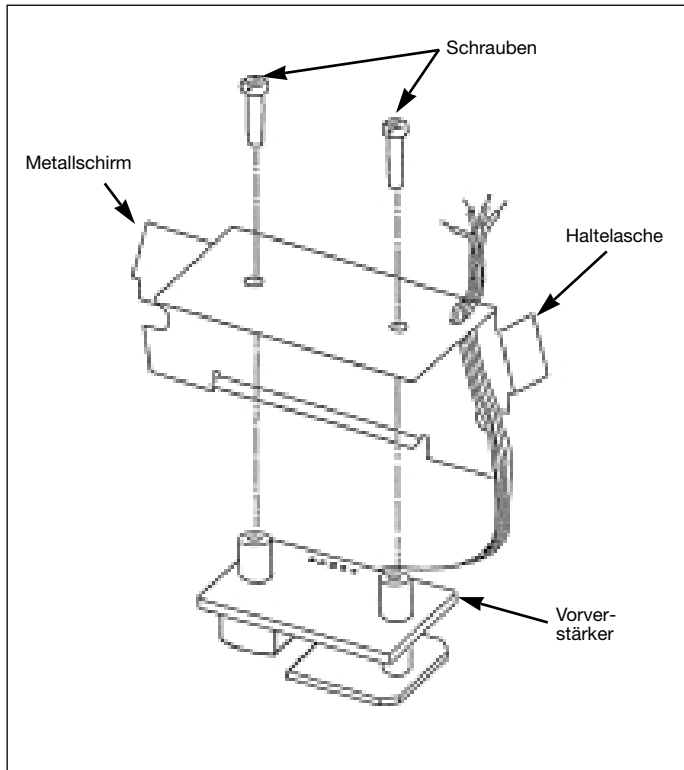
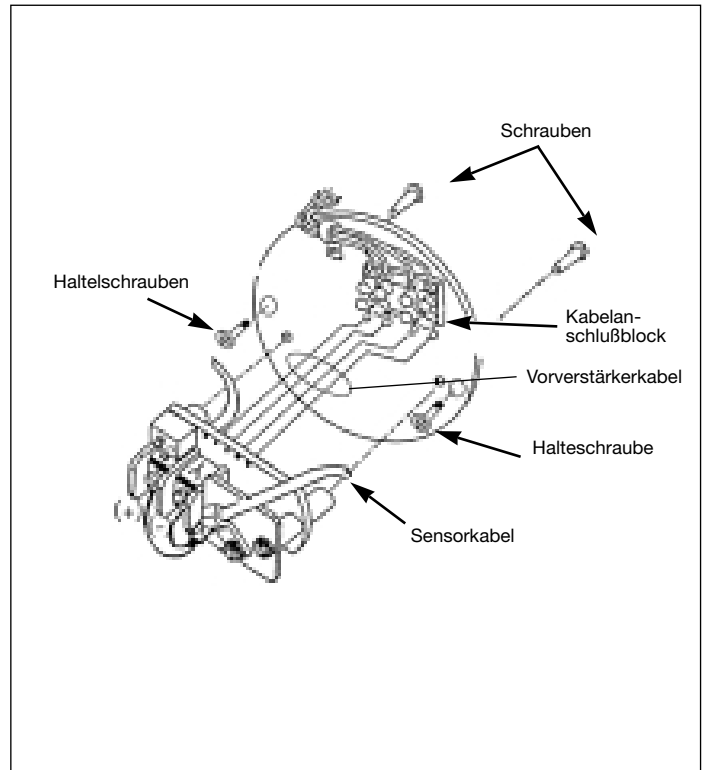

Abbildung 22. Vorverstärkerbaueinheit - VFM 3100 mit direkt angebaute elektronischer Baueinheit und erweitertem Temperaturbereich
Abbildung 23. Vorverstärkerbaueinheit - VFM 3100 mit getrennt montierter elektronischer Baueinheit
Die Vorverstärkerbaueinheit (siehe Abbildung 22) besteht aus einem Vorverstärker mit einer Abschirmung bei der angebauten Elektronik (oder mit einer Halteplatte für die getrennt montierte Elektronik entsprechend Abbildung 23). Der Vorverstärker hat einen Sensorschalter, der bei Sensoren mit Standard-Temperaturbereich auf STD und bei Sensoren mit erweitertem Temperaturbereich auf EXT gesetzt werden muß.
- Die Haltetaschen des Metallschirms mit einem Flachsraubendreher vom Gehäuse wegdrücken und die gesamte Baugruppe herausziehen. Siehe Abbildung 22.
- Vorverstärker vom Abschirmblech trennen. Dazu die beiden Bundschrauben entfernen. Siehe Abbildung 22. Die beiden Bundschrauben und den Metallschirm aufbewahren.
- Schraubdeckel der Anschlußdose abdrehen. Der Vorverstärker und ein 4-poliger doppelseitiger Kabelanschlußblock sind auf einer runden Platte in der Anschlußdose montiert. Siehe dazu Abbildung 23.
- Die Leiter (braun/rot/orange/gelb) an beiden Seiten des Kabelanschlußblocks abklemmen und Zugentlastung des Verbindungskabels abnehmen. Siehe Abbildung 23.
- Neuen Vorverstärker auf das Abschirmblech des alten Vorverstärkers mit den alten Schrauben montieren. Siehe Abbildung 22.
- Neuen Vorverstärker auf die Montageplatte mit den beiden Schrauben montieren. Siehe Abbildung 23.
- Kabel (braun/rot/orange/gelb) vom Vorverstärker an eine Seite des doppelseitigen Kabelanschlußblocks auf der Montageplatte anschließen. Siehe Abbildung 23.
- Neuen Vorverstärker mit den beiden Schrauben auf der Montageplatte befestigen. Siehe dazu Abbildung 23.
- Vor dem Einbau der Baugruppe in die Anschlußdose die vier Leiter (braun/rot/orange/gelb), die über die Kabelverschraubung in die Anschlußdose geführt sind, an der anderen Seite des Kabelanschlußblocks auf der Montageplatte gemäß Farbcodierung anschließen. Siehe dazu Abbildung 23.